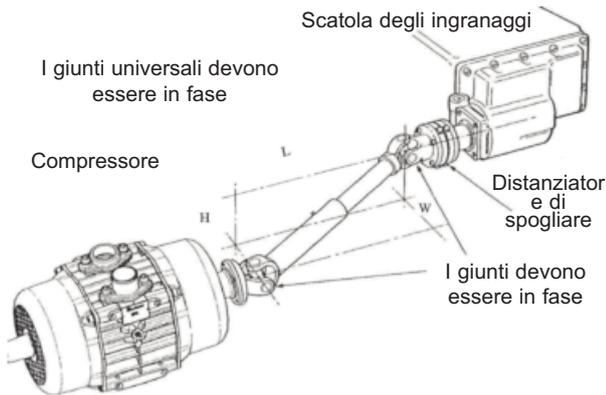

Figura 5
3.3 Albero di trasmissione - vedi Figura 5